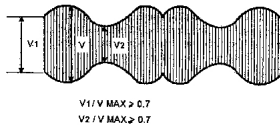

Рис. 4
8. Допускається форма огинаючої, зображена на рис. 4.